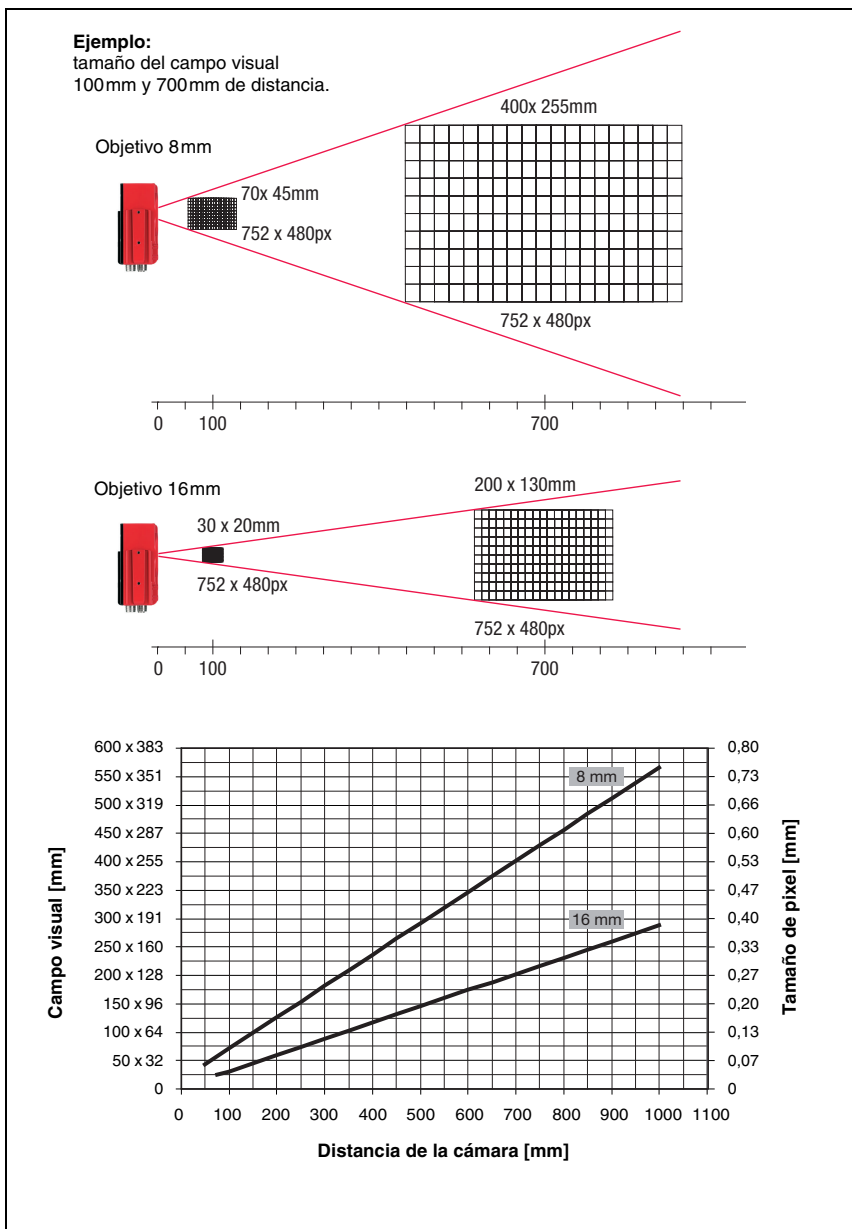
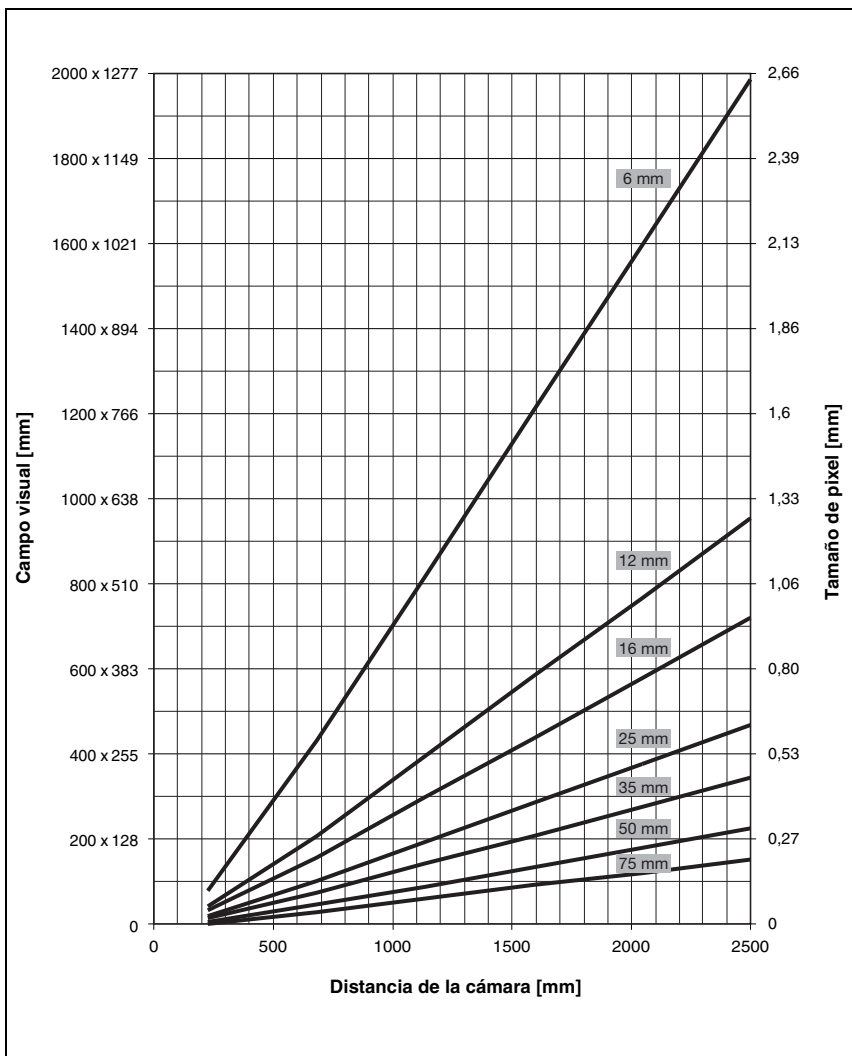

Figura 4.6: Distancia de la cámara/campo visual - Equipos estándar
Figura 4.7: Distancia de la cámara/campo visual - Variantes de equipo para objetivos intercambiables C-Mount
- La distancia de la cámara resultante del respectivo campo visual (ver figura 4.6 en la página 23 y figura 4.7 en la página 24).
En la figura 4.6 y figura 4.7 se representa la relación elemental entre la distancia de la cámara y el campo visual resultante para las variantes de equipo C-Mount.
En el diagrama en la figura 4.6 se muestra la dependencia entre la distancia de la cámara (= trayecto desde el borde delantero de la cámara hasta el objeto) y el campo visual para equipos estándar con 8mm y 16mm de distancia focal. En la figura 4.7 se representa esta relación para las variantes de equipo C-Mount.